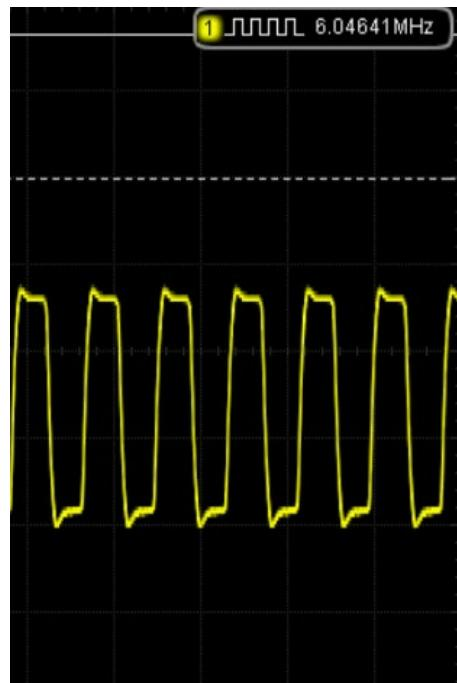
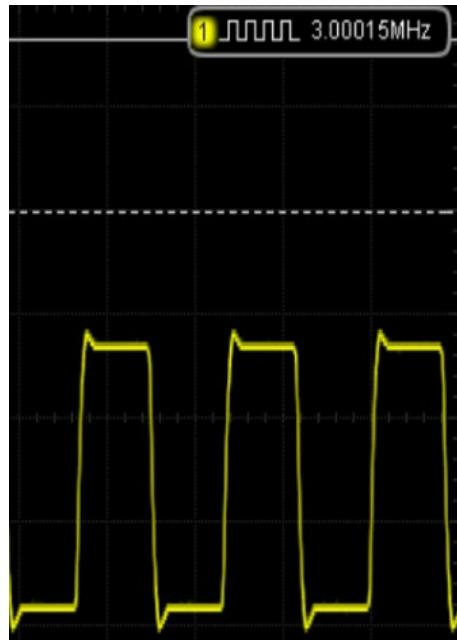

图 3.2.1 HFOSC 时钟
图 3.4.3 EMOS 时钟
3. 通过示波器查看，图 3.2.1、图 3.3.1、图 3.4.3 所示波形